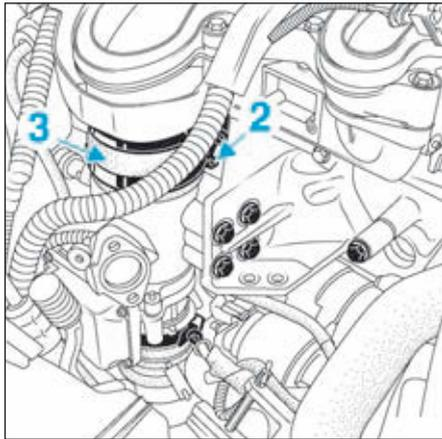

FIG.172
- Desserrer le collier (2), puis déposer la durite (3) (Fig.172).